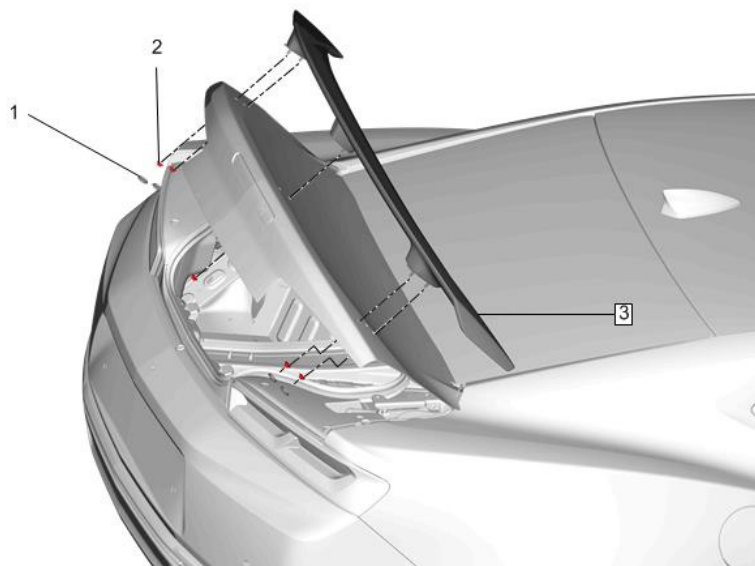

Figure 1 : Remplacement de l'aileron arrière
4. Retirer le bouchon intérieur de couvercle de coffre (Figure 1, numéro de référence 1, 4x).
5. Retirer l'écrou d'aileron arrière (Figure 1, numéro de référence 2, 6x).